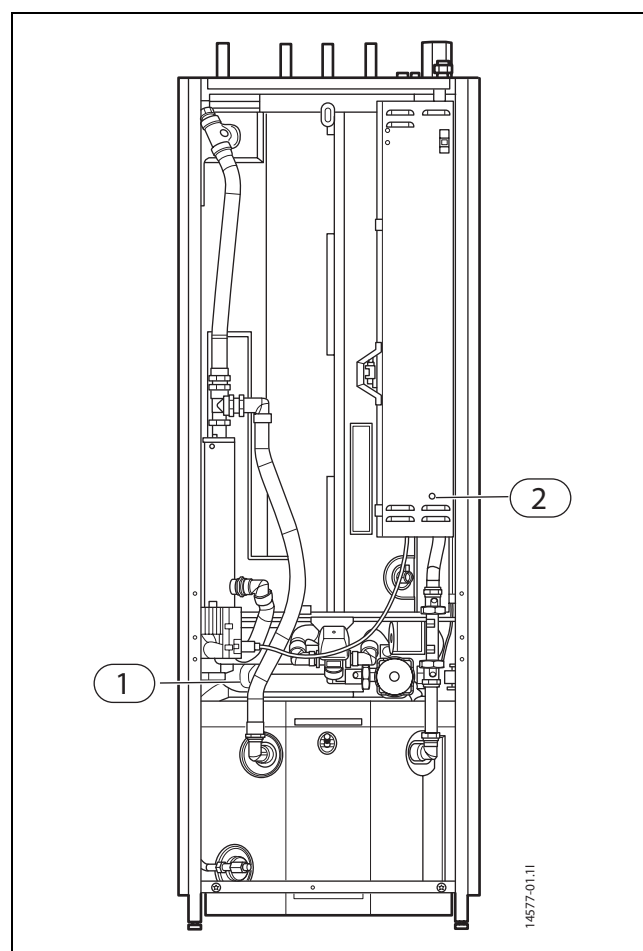

Bild 31 Kombimodul PremiumLine 200-300 AW
- ▶ Kontrollera säkerhetsventilen två gånger per år genom att trycka ner vipparmen (→ 1, Bild 31).
- ▶ Återställ överhettningsskyddet genom att trycka in knappen 2 (→ Bild 31) hårt.